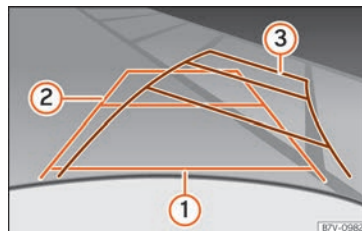

**Fig. 277** Pantalla: líneas de orientación del espacio para aparcar detrás del vehículo.
Significado de las líneas de orientación proyectadas en la pantalla » » » **fig. 277**. Todas las longitudes de las líneas de orientación toman como referencia a un vehículo situado sobre una superficie horizontal.
- Dé marcha atrás lentamente y gire el volante de modo que las líneas amarillas de orientación le guíen hasta el hueco » » » **fig. 277** ③.